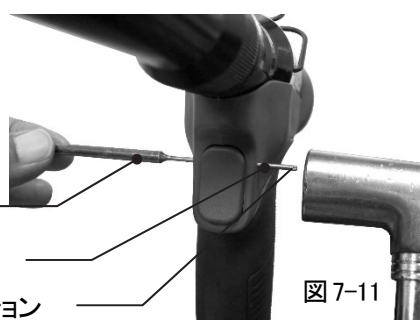

図 7-11
- 5) トリガーを装着し、ピンパンチでハンドルとトリガーの穴合わせを行いトリガーピンのセレーション手前とし、ツール左方向より挿入、ハンマーにてやさしく叩き込んでください。(図 7-11)